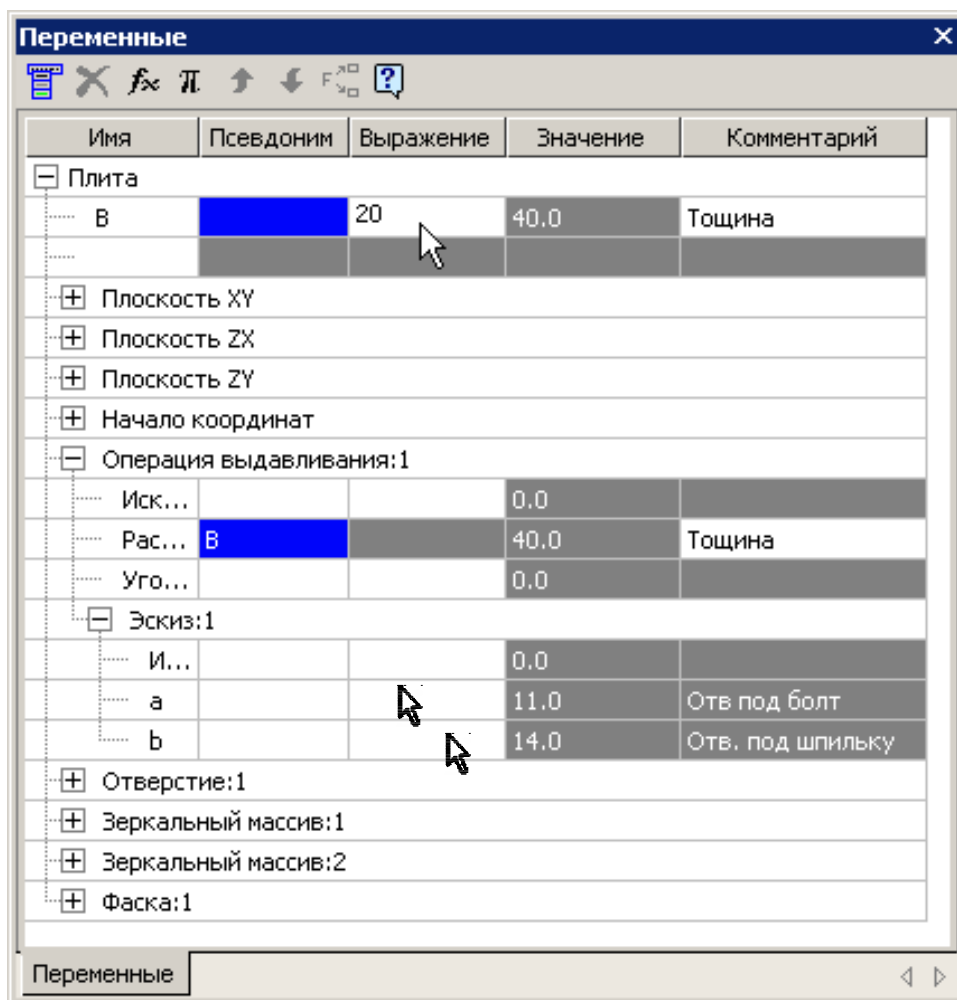

Рис. 5
• Для изменения параметров детали «Плита» введите необходимые значения в графу «Выражение» для переменных B , a и b , рис. 5. Если переменные a и b введены в эскизе, то переменная B определяет параметр операции. Закройте окно **Переменные**. Проверьте параметры отверстий под винт с учетом материала пластины и диаметра винта. Если необходимо их изменить, отредактируйте операцию **Отверстие 1**. Отредактируйте свойства детали (обозначение, наименование, материал).